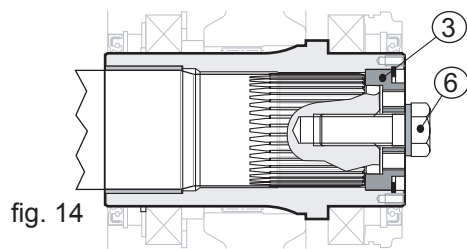

fig. 14
Remplacer la barre (pos. 4) avec la vis (pos. 6), en serrant à fond, en appliquant une force comme indiqué sur la table "couples de serrage" paragraphe 9.1, en utilisant en outre un frein filet moyen ; Piv Posiplan conseille LOCTITE 601 (voir fig. 14).